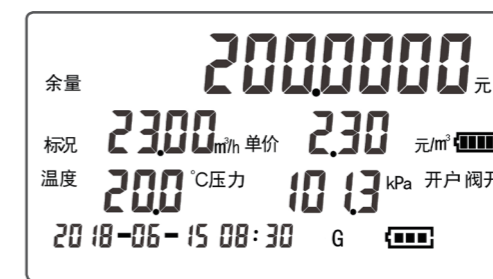

图 8
f. 开户后，第一屏界面如图 8 所示，分别显示剩余金额、标况流量、温度、压力、时间以及电池等信息。当开户后“开户”显示。